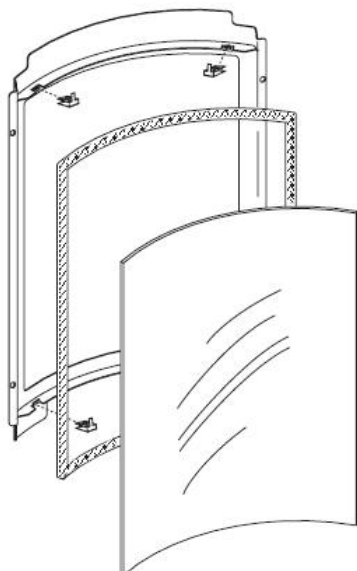

Figure 61.
6. Insérez le panneau vitré dans le cadre de vitre et pressez les pattes vers le bas, ou enfoncez les clips en place, tel que montré à la fig. 61.